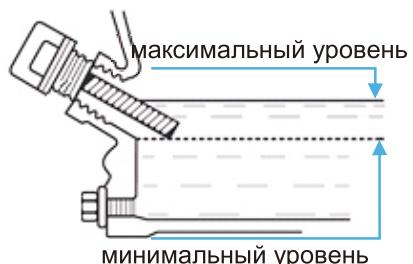

Рис. 13
4. При недостаточном уровне масла долейте используемое в данном двигателе масло до нижнего края патрубка. (см. рис. 13)